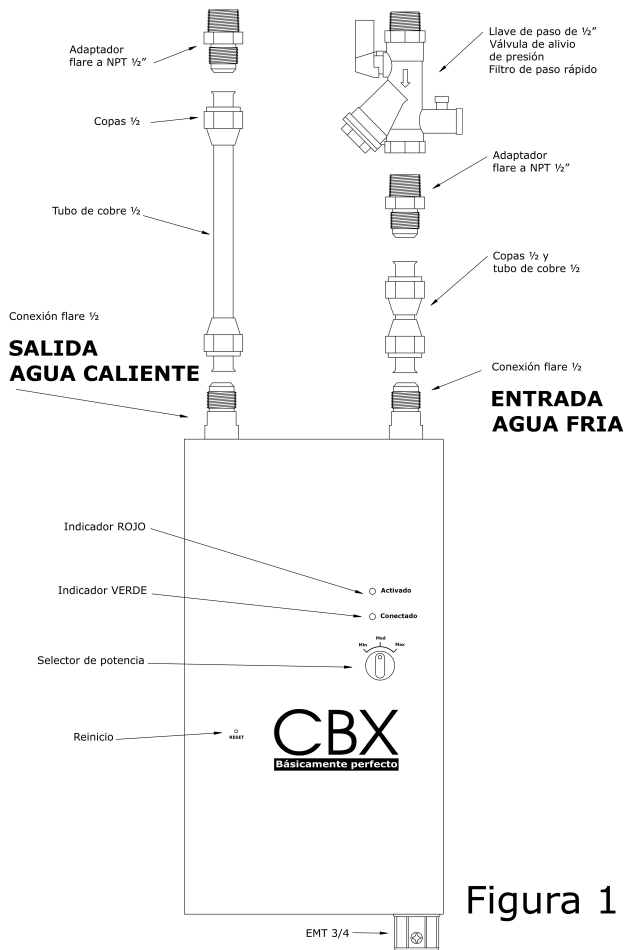

Figura 1
**Ubicación:** Este producto no está diseñado para ser instalado en lugares públicos o a la intemperie. Debe quedar instalado en forma vertical, tal como lo indica la figura 1. Es decir, con las conexiones de agua hacia arriba.
caliente (lado izquierdo) tienen una conexión tipo FLEARE de 1/2" (ver figura 1).
Aplique TEFLON a la tubería de agua de la pared y coloque el adaptador NPT a FLEARE (ver figura 1). Pero nunca utilice TEFLON en las conexiones con rosca FLEARE. **Importante: instale una llave de paso, filtro y válvula de alivio a la entrada del calentador, es por su seguridad.**
**Electricidad:** Retire la tapa del CBX (ver figura 1). Inserte los cables calibre 8 THHN (calibre 6 si está usando cable TW) a través del conector EMT 3/4". **Nota: siga la tabla de calibres y potencias al final de este manual si está instalando el calentador en otro voltaje que no sea 208 V AC.**